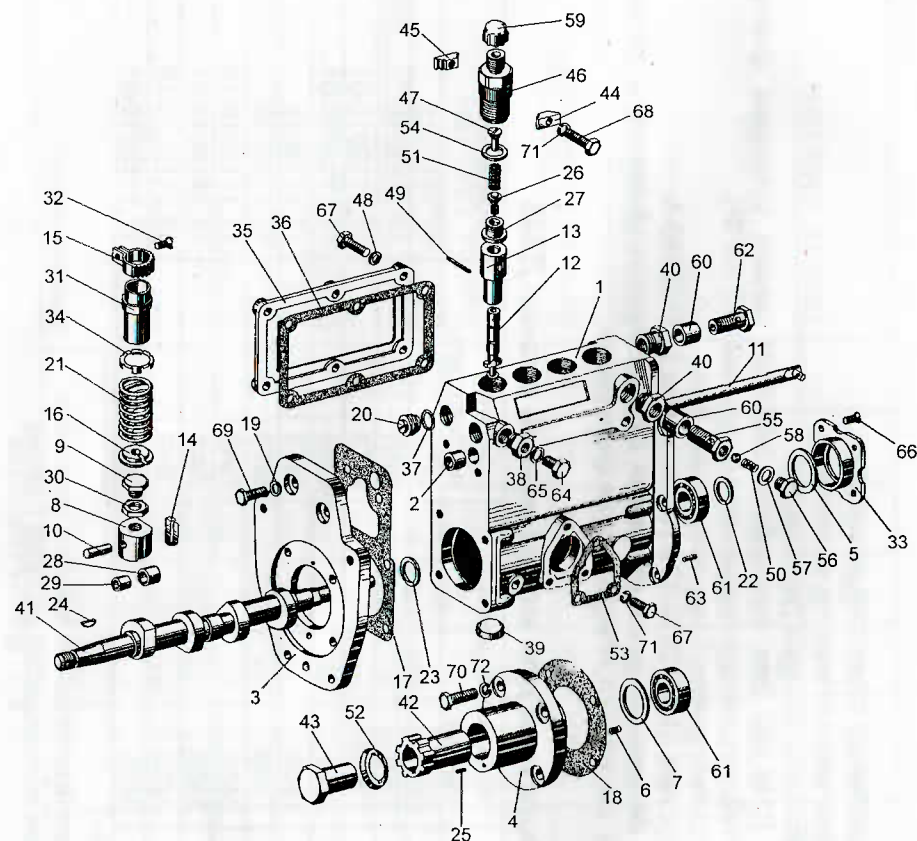

рис. 2.3. ТНВД без регулятора и подкачивающего насоса
2. Закрепите насос на разборочном стенде или в тисках за плиту (3) рис. 2.3, 2.4.
- снимите боковую крышку (35), рис. 2.3, 2.4.